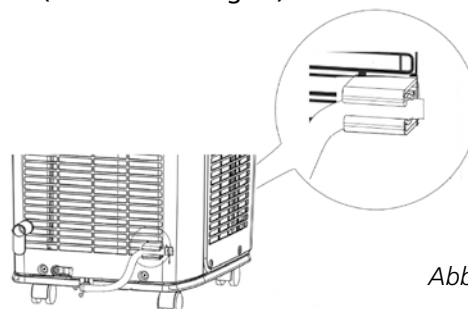

Abbildung 22
- 4 Wenn der Schlauch nicht zum Abfließen des Kondenswassers verwendet wird, befestigen Sie den Schlauch im Schlauchhalter, um Lecks zu vermeiden (siehe Abbildung 22).